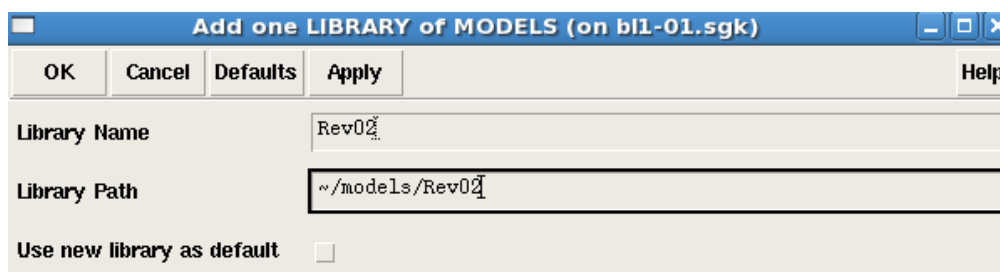

Рис. 2.17 Окно создания новой библиотеки.
- Выберите команду меню *Library* -> *New* (рис.2.17).